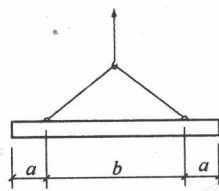

图 2A311010-5
15. 如图 2A311010-6 所示结构, 杆件 1 和杆件 2 的内力分别为()。